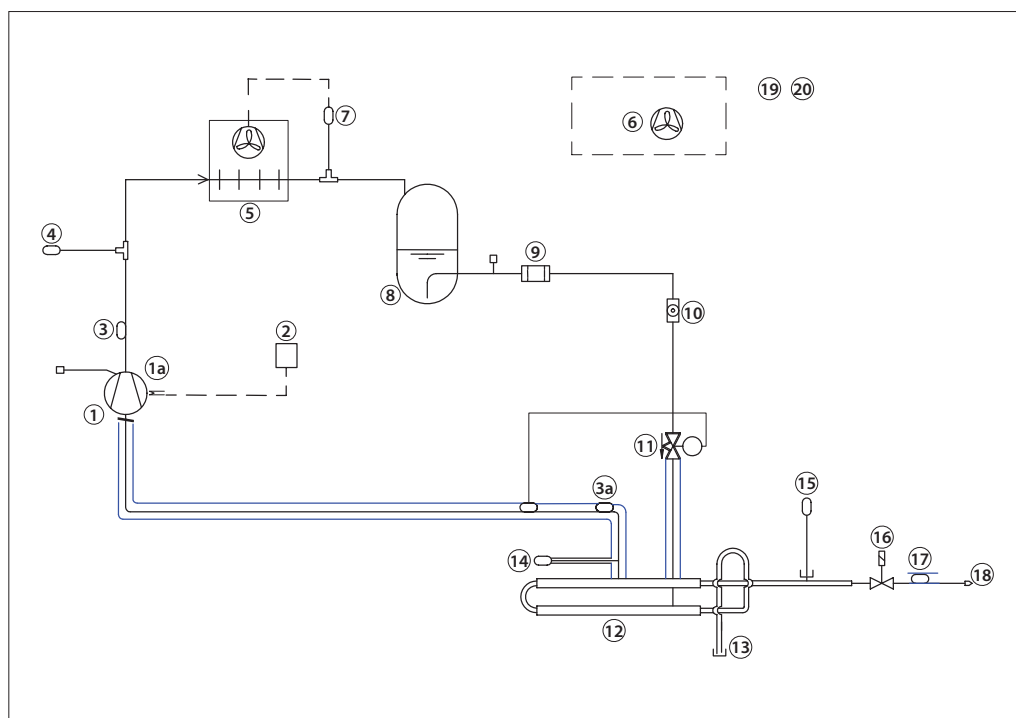

Abb. 1 – Aufbau R452A des Entlüfters
Der Entlüfter benötigt lediglich zwei mechanische Anschlüsse (siehe Abb. 1). Die Ammoniak-/NC-Gase fließen von der Hauptanlage durch den Flansch für Ammoniak (siehe 13 in der nachstehenden Abb. 1), während das NC-Gas durch das dem Entlüftungs-Restriktor (18) nachgelagerte Ausblasrohr abgegeben wird.